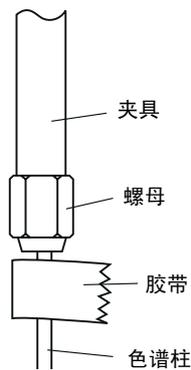

图 2.24 用胶带标记色谱柱
- (3) 如图 2.24 “用胶带标记色谱柱”所示，用胶带在拧紧的螺母下方对毛细管柱做标记。
- (4) 将毛细管柱从夹具上取下，不要去掉胶带，用丙酮擦拭毛细管柱。将色谱柱插入进样口，用手拧紧螺母对其进行固定。如果垫圈是新的，用扳手将螺母再拧一整圈。如果垫圈以前曾使用过，用扳手将螺母转动 20 到 40 度将其拧紧。
- (5) 将用来对色谱柱做标记的胶带去掉。
- (3) 如图 2.24 “用胶带标记色谱柱” 所示, 用胶带在拧紧的螺母下方对毛细管柱做标记。
- (4) 将毛细管柱从夹具上取下, 不要去掉胶带, 用丙酮擦拭毛细管柱。将色谱柱插入 MS 接口, 用手拧紧螺母对其进行固定。如果垫圈是新的, 用扳手将螺母再拧一整圈。如果垫圈以前曾使用过, 用扳手将螺母转动 20 到 40 度将其拧紧。